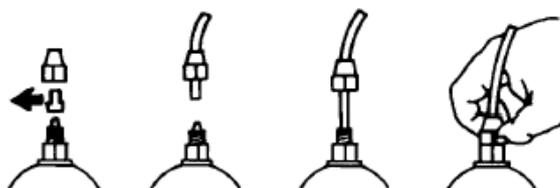

Рис. 7
e. – Зніміть захисні ковпачки з двох ніпельів, пропустіть шланг через гайку, одночасно проштовхуючи і обертаючи, вставте шланг в кінцевий з'єднання ніпеля (зажим шланга). Поворотом гайки зафіксуйте шланг. (Рис. 7)